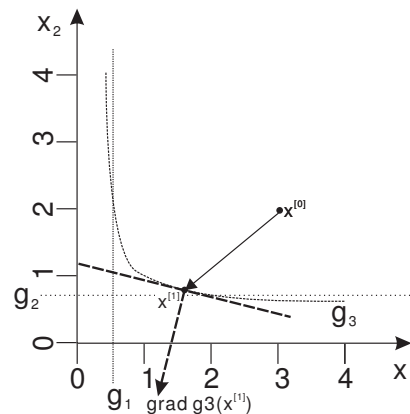

Abbildung 6: 1. Iterationsschritt
- 1. Iterationsschritt: Bestimmung von  $\lambda_{opt}$  (Abb. 6)